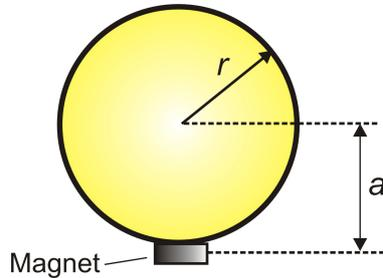

Abbildung 9
- (M3) Bestimmen Sie J_3 aus Pendelschwingungen. Hängen Sie dazu einen Magneten an den Umfang des Kreisels wie in Abb. 9. Für nicht zu große Auslenkungen messen Sie die Schwingungsdauer T für 3 Perioden (Mittelwert \bar{T} aus 6 Messungen).